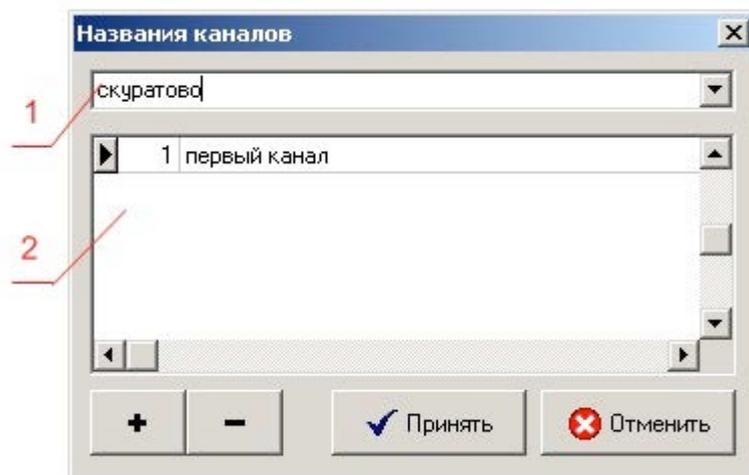

Рис. 37. Форма настройки названий каналов программы «Менеджер данных РСБП «Стрим»
- форма настройки названий каналов приведена на рис. 37 . Эта форма позволяет пользователю изменить установленные ранее названия каналов расходомера на более осмысленные, например, "сток условно-чистых вод № 1", вместо "Канал 1". Заданное название отображается как в отчетах по журналу работы РСБП, так и в окне протокола работы программы. Вызвать форму на экран, можно выбрав пункт Опции-> Названия каналов главного меню программы
Так как каждый блок индикации может обслуживать до пяти измерительных каналов, после занесения его в таблицу опрашиваемых приборов необходимо уточнить, с какими именно измерительными каналами он работает. Для этого откройте пункт Опции-> Названия каналов главного меню программы. На экране отобразится форма ввода, приведенная на рис. 37. Кнопки «+», «-», «Принять» и «Отменить» функционально аналогичны рассмотренным ранее.
В выпадающем списке 1 (рис. 37) выберите название прибора, измерительные каналы которого вы хотите описать. Нажмите кнопку «+», чтобы добавить этому прибору измерительный канал. В появившуюся пустую строку табл. 2 внесите номер канала и его название, например «Выпуск № 3». Нажмите кнопку «Принять», чтобы сделанные изменения вступили в силу.